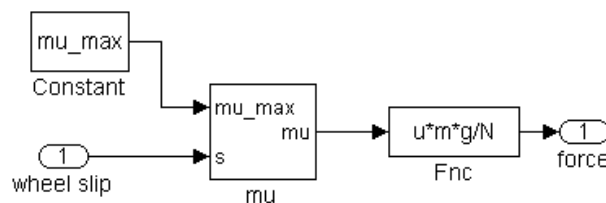

Рисунок 13 — Подсистема «wheel road friction force» расчета фактической тормозной силы на колесе
На основании формулы (28) и используя подсистему « $\mu$ » создадим подсистему «wheel road friction force» расчета фактической тормозной силы на колесе (рисунок 13).